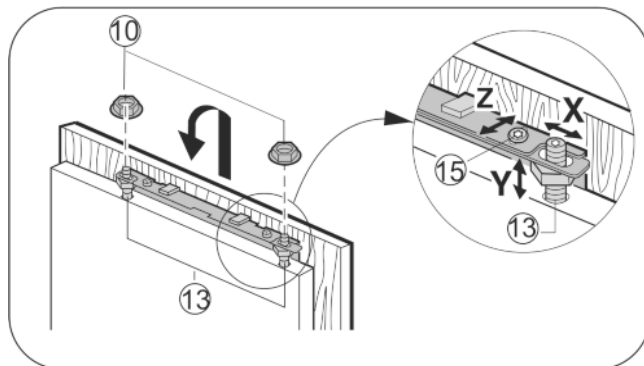

Fig. 31
- Ajuster la porte du placard à hauteur de Y et en l'inclinant sur le côté : régler les boulons d'ajustement Fig. 31 (13) à l'aide d'un tournevis.
- ▶ Serrer les contre-écrous Fig. 31 (10).